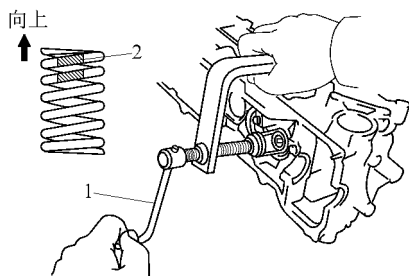

图 1-61 将两个锁片装到气门杆上
2) 使用特种维修工具压缩弹簧上座, 将两个锁片装到气门杆上, 如图 1-61 所示。